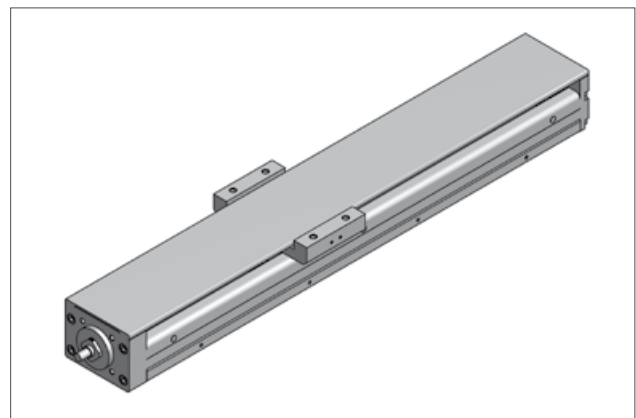

Bild 5.12 — AXBG mit Abdeckblech
- Optimaler Schutz der innenliegenden Führungs- und Antriebselemente durch den optionalen Einsatz von Abdeckblechen (Bild 5.12)